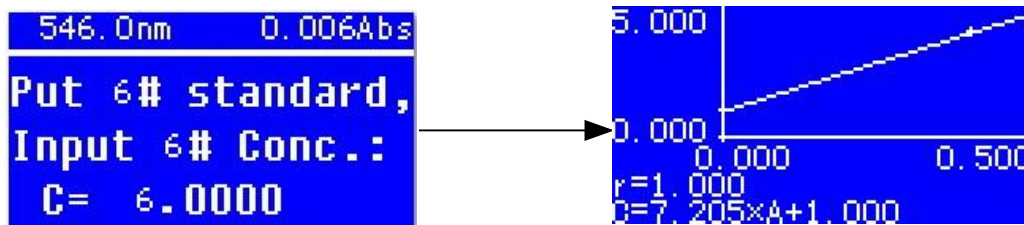

Figura 14
- 9 Cuando termine la última muestra estándar, presione dos veces **ENTER** para confirmar. Luego se visualizarán automáticamente en la pantalla la curva estándar y su ecuación (figura 14).